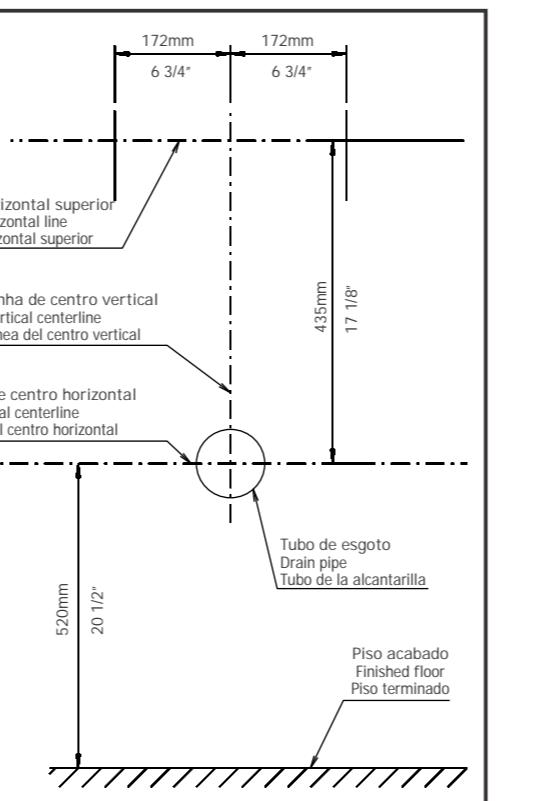

Fig. 3
6) - Posicionar as garras centralizadas nas linhas verticais, coincidindo o centro do furo oblongo com a linha horizontal superior. Fazer uma marca no centro do furo oblongo, retirar as garras, efetuar a furação com broca de 8mm e colocar a bucha S8 (inclusas) (conforme fig.3).
- Set the centralized claws to the vertical lines to match the centerline of the oblong hole with the upper horizontal line. Draw a sign at the centerline of the oblong hole, remove the claws and drill the hole using a 8-mm drill bit and insert the S8 bushing (included) in it (As shown in fig. 3).
- Posicionar las garras centralizadas en las líneas verticales, coincidiendo el centro del agujero oblongo con la linea horizontal superior. Hacer una marca en el centro del agujero oblongo, retirar las garras y efectuar la perforación con broca de 8mm y colocar el tarugo S8 (inclusas) (conforme fig. 3).